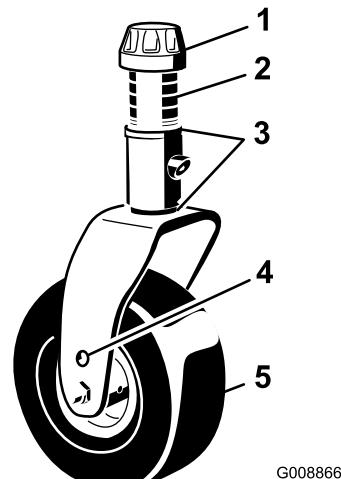
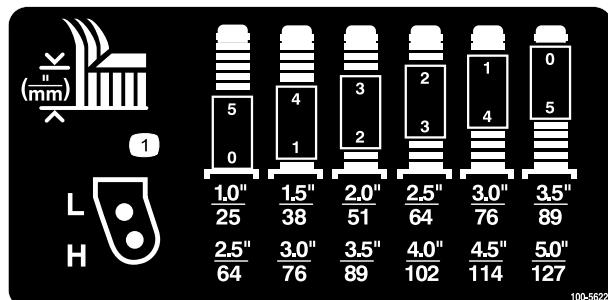

Figura 6
Figura 7
2. Posizionate gli assali delle ruote orientabili negli stessi fori su entrambe le forcelle. Fate riferimento a Figura 6 e Figura 7 per determinare i fori adeguati all'impostazione voluta.
3. Togliete il cappuccio di tensione dall'asse del perno (Figura 6) ed estraete il perno dal braccio della ruota orientabile. Montate i due spessori (3 mm) sull'asse del perno come erano montati in origine. Questi spessori servono per ottenere un livellamento sull'intera larghezza degli apparati di taglio. Mettete il numero opportuno di distanziali da 13 mm sull'asse del perno, fino ad ottenere l'altezza di taglio richiesta, quindi montate la rondella sul perno.
Fate riferimento a Figura 7 per determinare le combinazioni di distanziali necessari per l'impostazione voluta.